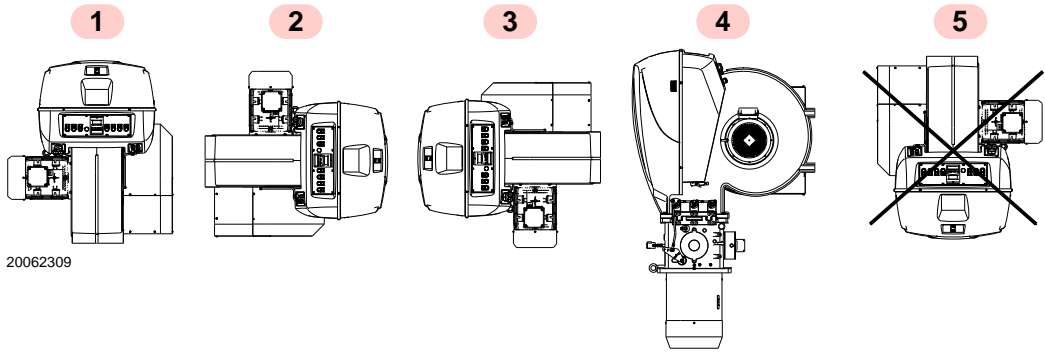

图 9
- 燃烧器设计为仅能安装在位置 1, 2, 3 和 4 (图 9)。